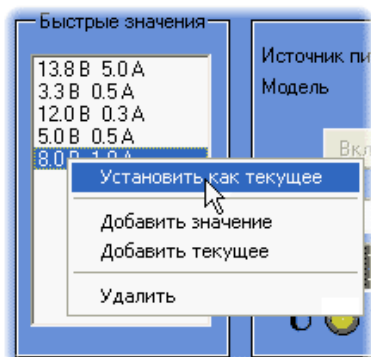

Рис. 8
9.2 Быстрые значения. В данном информационном окне (рис. 8) можно создать свой список часто используемых значений выходных параметров источника питания. Наведя курсор мышки на данное окно, и нажав правую кнопку мышки один раз можно выбрать следующее: